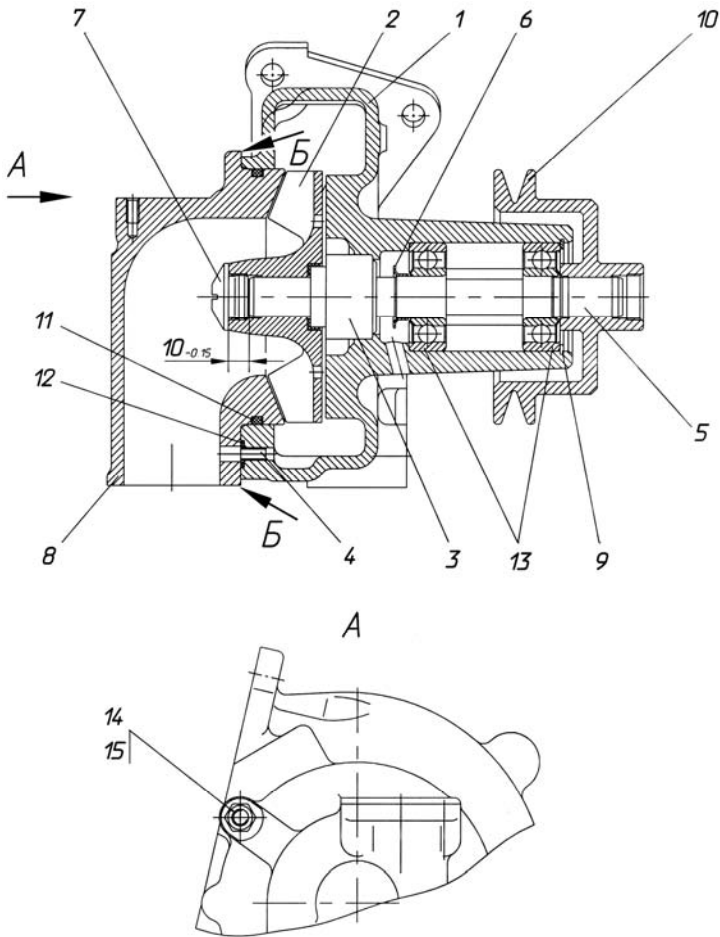

Рис. 96. Водяной насос:
5. Отвернуть гайки 14 (рис. 96) патрубка 8.
13. Выпрессовать из корпуса 1 вал 5 с водосбрасывателем 6 и подшипниками 13 (см. рис. 96).
2. Напрессовать на вал 5 (рис. 96) подшипники 13 и водосбрасыватель 6. При этом необходимо:
9. Напрессовать крыльчатку 2 в сборе с манжетой и уплотнительной втулкой на вал 5 (рис. 96). При этом необходимо:
- установить крыльчатку ив валу в размер  $10_{-0,15}$  мм (рис. 96) между торцом вала и торцом ступицы крыльчатки. Для этого необходимо при запрессовке установить на торец вала диск диаметром не более 13 мм и высотой  $10_{-0,15}$  мм.